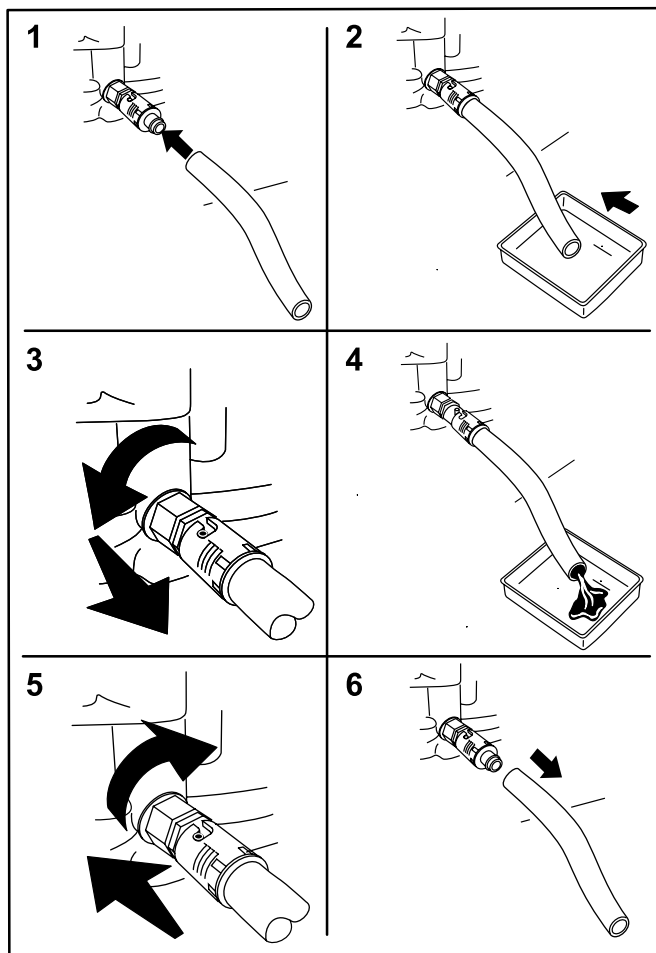

Figura 15
4. Instale o tubo de drenagem na válvula de drenagem de óleo do motor (Figura 15).
5. Coloque a outra extremidade do tubo num recipiente adequado para óleo (Figura 15).
6. Rode a válvula de drenagem de óleo 1/4 de volta no sentido contrário ao dos ponteiros do relógio para começar a drenar o óleo (Figura 15).
7. Quando todo o óleo tiver sido drenado, rode a válvula de drenagem de óleo 1/4 de volta no sentido dos ponteiros do relógio para fechar a válvula (Figura 15).